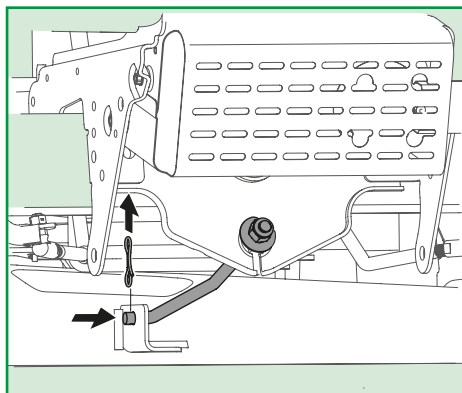

Figura 23
8. Remova as presilhas que seguram a plataforma da haste estabilizadora. Cuidadosamente deslize a plataforma para frente, fazendo com que os ganchos da plataforma se soltem da barra estabilizadora, conforme Figura 23;
7. Cuidadosamente, ajuste a plataforma deslizando-a para que os ganchos da plataforma encaixem na mesma e fixe com as presilhas, conforme Figura 23;